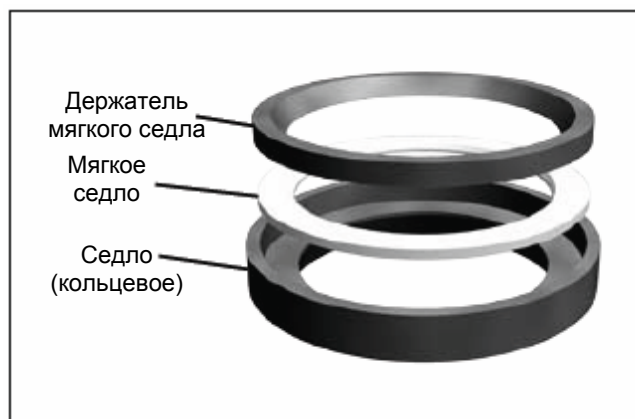

Рисунок 4. Мягкое седло
6.5. В клапанах с мягкими седлами (см. рис. 4) требуется осмотр и, возможно, разборка седла. Проверьте посадочные поверхности запорного элемента и седла для выявления повреждений. Извлеките вставку седла, если она изношена. Так как посадочная (контактная) поверхность запорного элемента не контактирует с держателем вставки седла, устранять незначительные